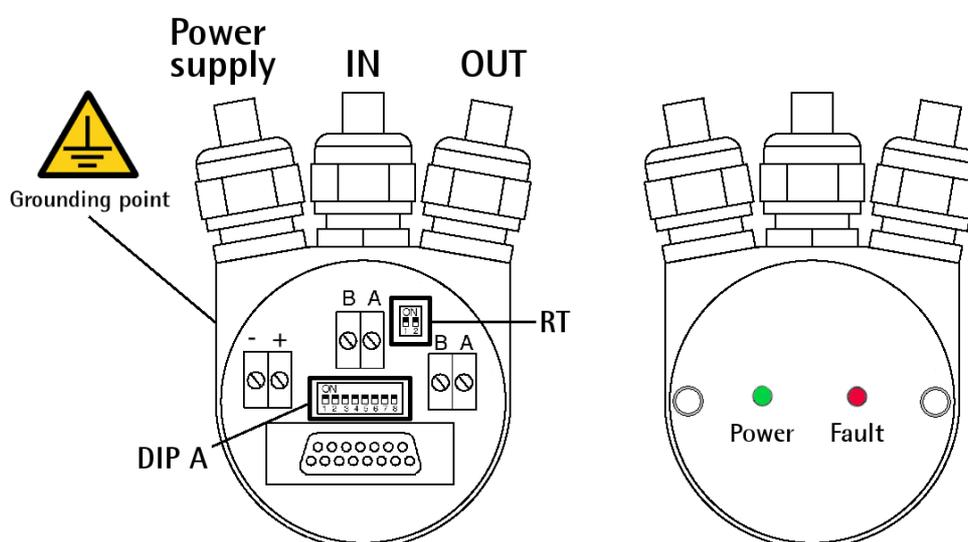

Figura 1
4.3 Coperchio con pressacavi -CC-PB- (Figura 1)
4.6 Indirizzo nodo: DIP A (Figura 1)
Dopo aver impostato l'indirizzo del dispositivo verificare anche il valore della resistenza di terminazione (paragrafo "4.8 Resistenza di terminazione: RT (Figura 1)" a pagina 19).
4.8 Resistenza di terminazione: RT (Figura 1)
4.9 LED di diagnostica (Figura 1)